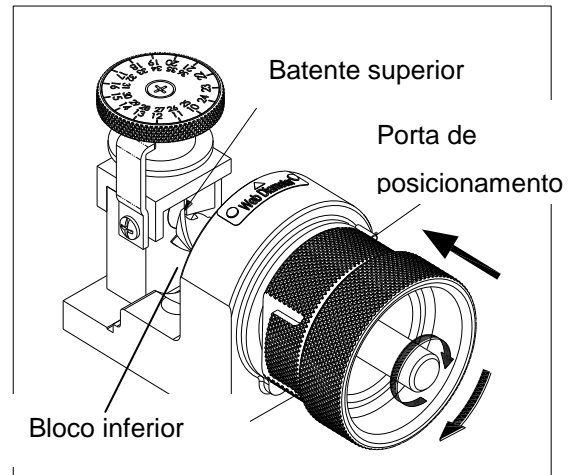

Fig.9
- Insira o conjunto de mandril pronto na porta de ajuste sem nenhuma folga. Certifique-se de que a **Fenda No. 1** esteja alinhada com o pino na porta de ajuste, e gire o conjunto do mandril no sentido horário até o final. (**Fig. 9**)
- Empurre a fresa até tocar no bloco inferior e gire no sentido horário até ser parada pelo batente. (**Fig. 9 e 10**)
- Gire o suporte da pinça no sentido horário para fixar o conjunto do mandril. (**Fig. 9**)